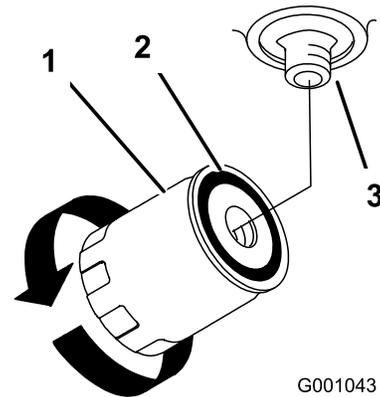

Figura 74
7. Aplique una capa fina a la junta de goma del filtro nuevo (Figura 74).
9. Llene el depósito de aceite hidráulico con aceite hidráulico hasta que éste rebose por encima del filtro, gire el filtro en el sentido de las agujas del reloj hasta que la junta de goma entre en contacto con el adaptador del filtro, luego apriete el filtro media vuelta más (Figura 74).